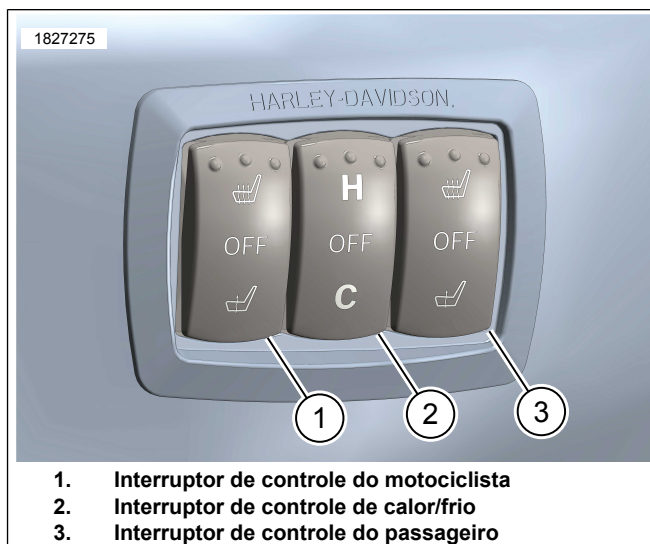

Figura 3. Interruptores de controle do aquecimento/refrigeração do assento
1. Veja a figura 3. Interruptores (1, 3):
- d. O controle do motociclista (1) está localizado mais próximo à posição sentada do motociclista.
- e. O controle do passageiro (3) está localizado mais próximo à posição sentada do passageiro.
2. Veja a figura 3. Interruptor (2):